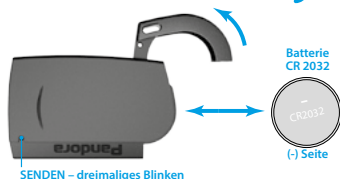

Abb.2
- Schieben Sie die Batterieabdeckung in Pfeilrichtung (Abb. 2);